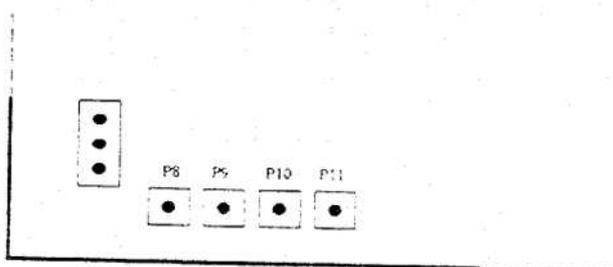

fig.6
- 1 - Per prima cosa mettere a massa **P8** (ruotandolo tutto il senso orario fig.6):